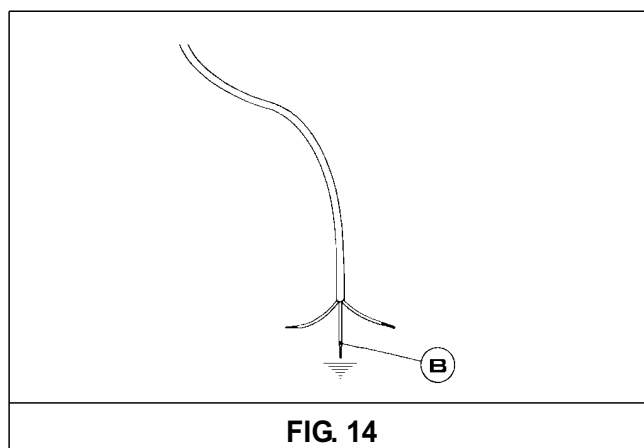

FIG. 14
En caso de sustitución del cable de alimentación, el instalador deberá tener el conductor de tierra más largo respecto a los conductores de fase (B) (ver fig. 14) y, además, deberá respetar las advertencias indicadas en el párrafo 9.